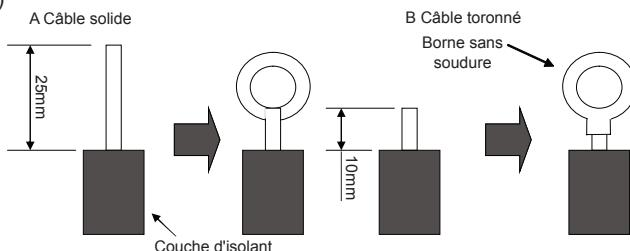

Fig. 29
- (1). Pour câblage solide (Fig. 29)
- (2). Pour câblage toronné (Fig. 29)